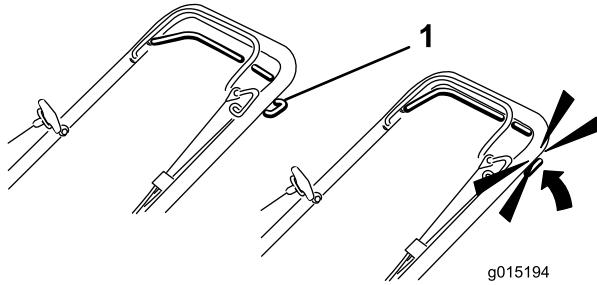

Figura 23
1. Para activar la transmisión autopropulsada, apriete la barra de control de transmisión autopropulsada contra el manillar y manténgala allí (Figura 23).